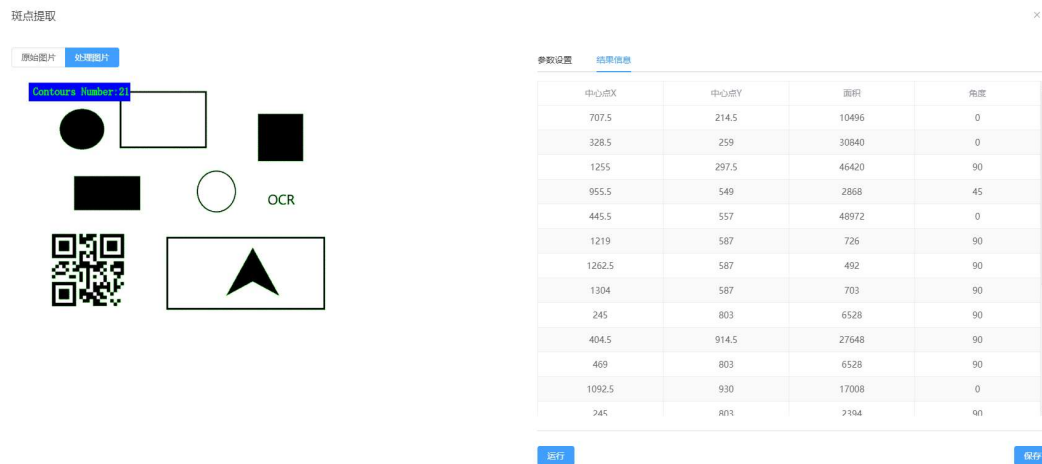

图 4.2.9-1 斑点提取结果-未筛选
**过滤参数：**可以对处理结果进行筛选。如图 4.2.9-1，是未添加筛选时的结果。